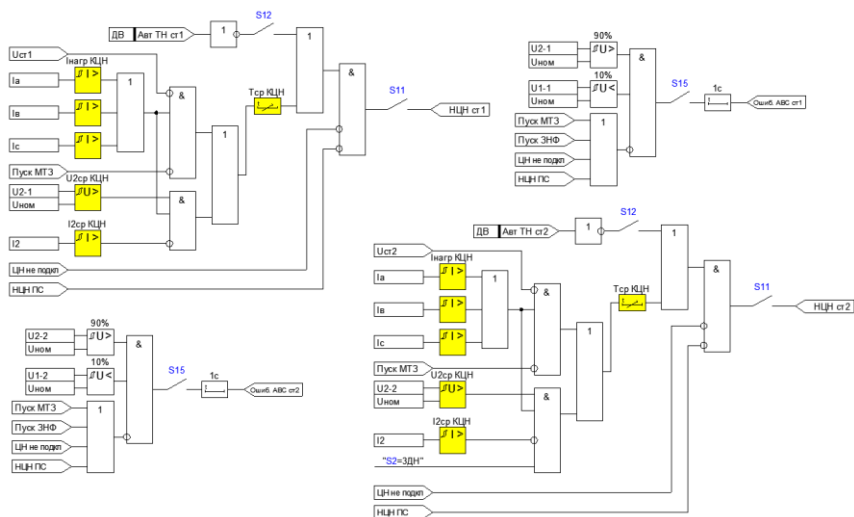

Рисунок 4.1.9 – Функциональная схема контроля ЦН
2) Орыв цепей напряжения выявляется при одновременном выполнении следующих условий (Рисунок 4.1.9):